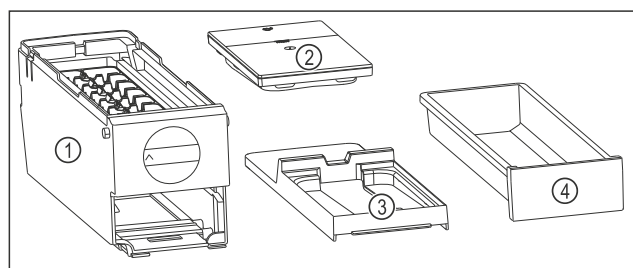

Fig. 132 Составные части EasyTwist-Ice
- ▷ EasyTwist-Ice разобран на четыре части. (см. Fig. 132)
- Разбирайте EasyTwist-Ice только на составные части, представленные на рисунке. (см. Fig. 132)
- Очищайте корпус EasyTwist-Ice Fig. 132 (1) как цельное устройство.